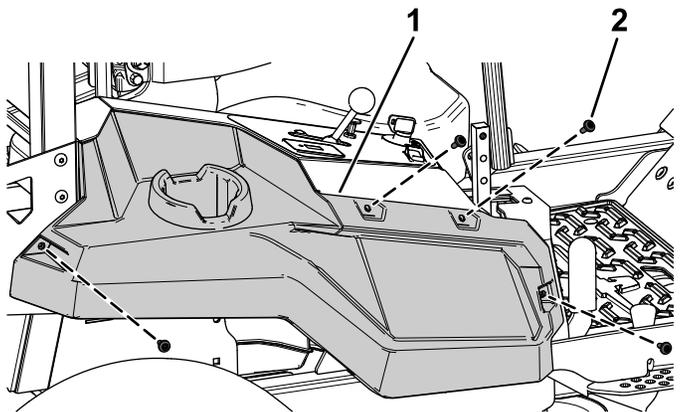

Figura 10
3. Retire os quatro parafusos com olhal que prendem o módulo do lado direito (Figura 10).
4. Remova o módulo do lado direito (Figura 10).
7. Prenda o módulo do lado direito utilizando os quatro parafusos com olhal previamente removidos (Figura 10).